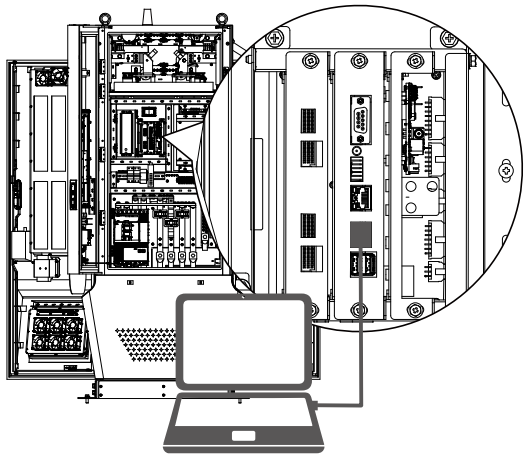

Figura 30. Puerto RJ-45
- Conecte un cable RJ45. Véase la figura 30.